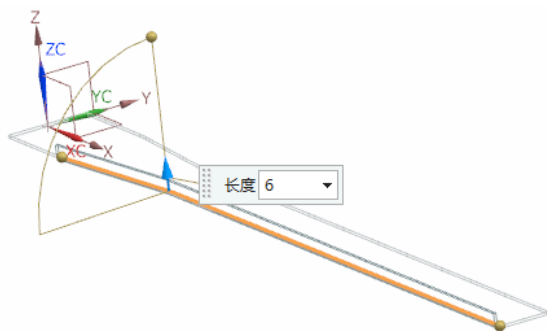

图 10-41 预览弯边
(2) 选择弯边,输入“长度”为 6,“角度”为 90,同时在视图区预览显示所创建的弯边,如图 10-41 所示。